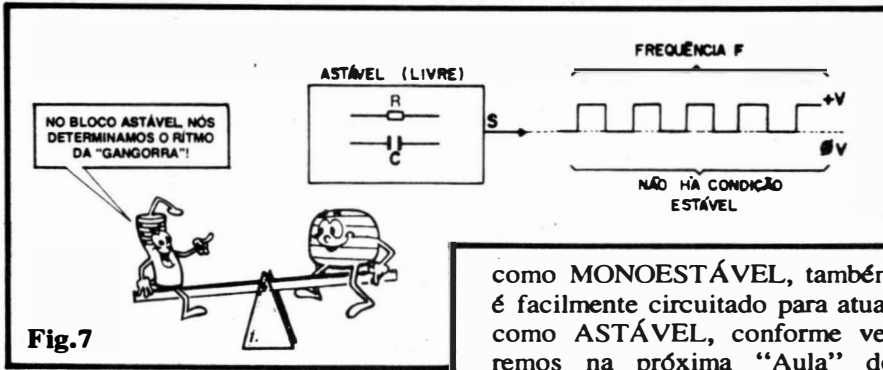

Fig.7
- **FIG. 7 - O ASTÁVEL (BLOCO FUNCIONAL)** - O prefixo "a" do termo ASTÁVEL determina "negação" ou "inversão" (como em "normal - anormal"...). Parece claro, então, que um bloco funcional ASTÁVEL **não tem** condições ESTÁVEIS na sua Saída... O que seria um circuito ou bloco cuja Saída é natural e obrigatoriamente "instável"...? Muito bem! Você aí, no fundo da sala, que respondeu "- um OSCILADOR", ganhou a taça...! Um ASTÁVEL é (ver a forma de onda na Saída "S" do bloco funcional - fig. 7) um arranjo cuja saída alterna ou modifica ou estabelece uma "gangorra" automática nos níveis de Tensão, não apresentando, portanto, condições estáveis ou estados fixos... A Frequência da "astabilidade" (oscilação) é também determinada por uma rede RC (Resistor/Capacitor) que fixa a Constante de Tempo do bloco... Os "Alunos" devem lembrar-se que é fácil obter a oscilação ("Aula" nº 8) partindo de um simples amplificador dotado da conveniente **realimentação** positiva, condicionada pelos componentes determinadores da Constante de Tempo (Resistor/Capacitor). Se interpretarmos a "grosso modo" um MONOESTÁVEL, ele não passa de um **amplificador "radical"** e, portanto, **pode** ser levado a funcionar como oscilador (ASTÁVEL), a partir desses **mesmos requisitos**... Efetivamente, o 555, basicamente um Integrado "desenhado" para trabalhar
- **FIG. 8-B** - Observem que também é possível, em muitos casos, obter o comportamento inverso de um bloco, ou seja: **normalmente** (enquanto não se aplica um "nível" de autorização à Entrada "E") o circuito está "astável" (oscilando), e apenas se aquieta quando (e enquanto...) se aplica à Entrada o "estado" de comando ("alto", no caso...). Quando o sinal de comando é removido, na Entrada, novamente o bloco entra em oscilação, voltando a manifestar sua "astabilidade". Observem que em todos os casos, nas figuras 7 e 8, a Frequência (ou número de alternâncias de "estado" por unidade de Tempo) é dependente de uma rede RC... Notem ainda que, embora não especificamente mostradas, são várias as possibilidades de "polaridades" do sinal ou "estado" de comando, bem como de "condição de repouso" da Saída... Podemos construir blocos de ASTÁVEIS controlados cujo sinal de comando seja um nível ou estado "alto" ou "baixo", assim como blocos cuja condição de repouso, na Saída, seja "alta", ou "baixa"... Na próxima "Aula" estudaremos como o 555 pode trabalhar, tanto na condição operacional de ASTÁVEL "LIVRE" (como na fig. 7) quanto na de ASTÁVEL "CONTROLADO" (fig. 8). Aguardem...